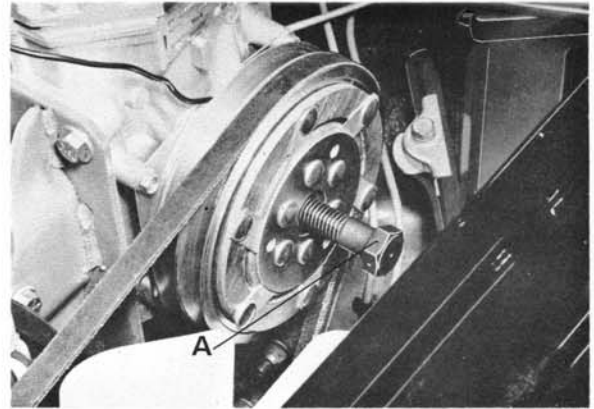

Abb. 39 Ausbau der Kompressor-Riemenscheibe
2. Zentrumschraube durch eine 5/8" große UNC-Abzieherschraube ersetzen und die Riemenscheibe mit dieser von der Kompressor-Kurbelwelle abziehen (Abb. 39).